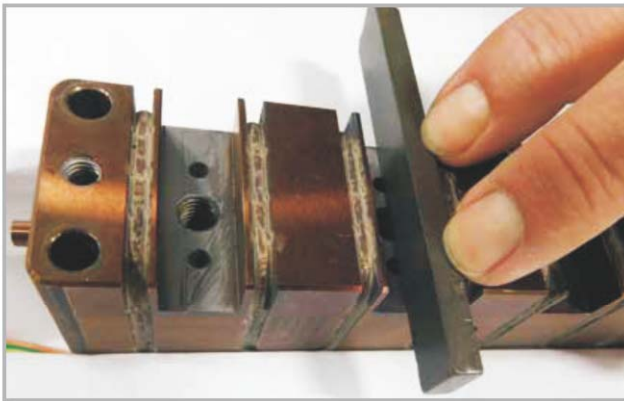

图19-10 清洁分流板接口
2. 使用细级（400 或 600 目）抛光石清洁分流板接口。参见图 19-10。
7. 使用细抛光石清洁Melt-CUBE上的分流板接口。参见第19-11页的“图19-10清洁分流板接口”。